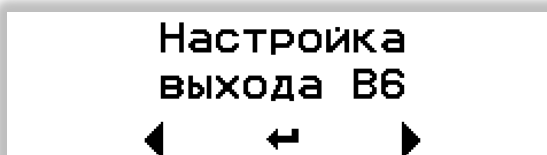

Рисунок 56. Настройка выхода В6.
6.8.2.2.2 Настройка выхода В6 (см. Рисунок 56).